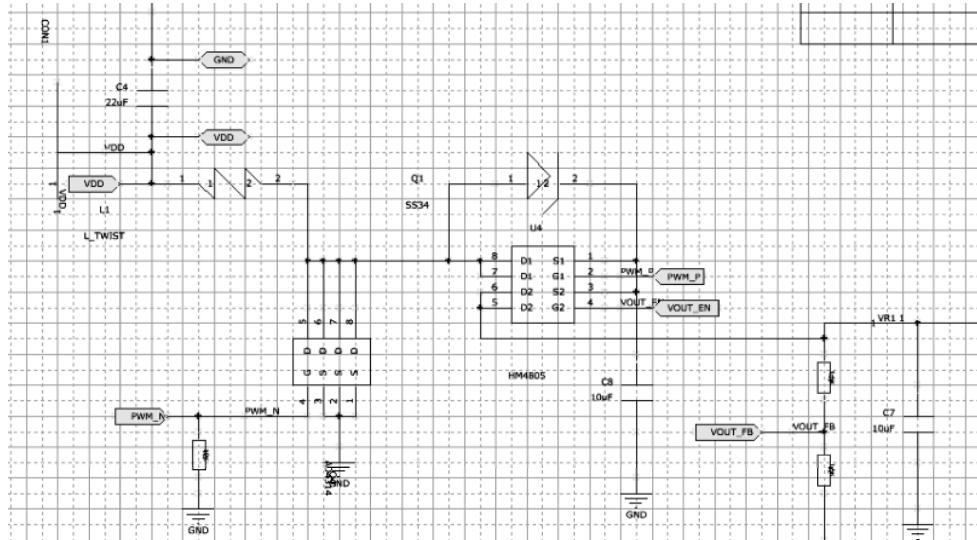

图 12-60 转换后的 Altium Designer 原理图
(6) 转换后的 Altium Designer 原理图如图 12-60 所示。因为软件本身具有兼容性问题，转换过程中可能存在不可预知的错误，因此转换完成后的原理图仅供参考，如果要使用，则需要进行检查及确认。